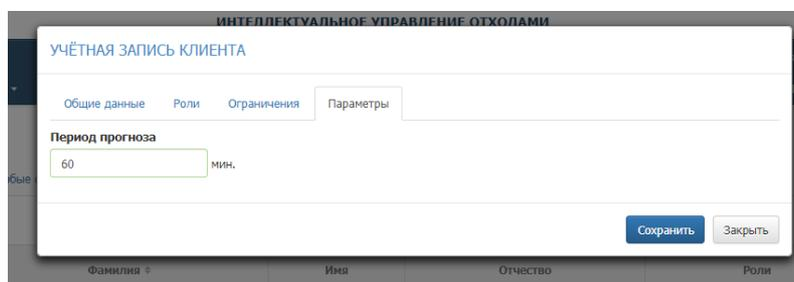

Рисунок 19. Параметры
- «Параметры» - задается период прогноза прибытия на площадку ТС для выполнения задания (Рисунок 19).